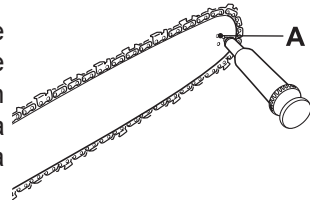

Imagen 37
- > Utilice una jeringa de engrase desechable, introduzca la punta de la aguja en el orificio de lubricación (Imagen 37, A) e inyecte el aceite hasta que aparezca por el borde exterior de la punta de la espada [6] (Imagen 37).